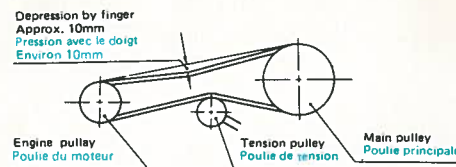

Fig. 5-1
- (1) The specified center distance between the shafts of the engine pulley and the main pulley is 465 mm, but the distance should be adjusted by moving the engine when the belt is overly stretched or a new one is installed to get approx. 10 mm depression of the belt as shown in Fig. 5-1.
- (2) To give the belt correct tension, besides the above adjustment, the belt tensioner must be adjusted by the clutch wire adjuster also as shown in Fig. 5-1.
- (3) When the belt runs idly while the clutch is disengaged, amend it in the following way.
- (1) La distance spécifiée entre les axes de la poulie du moteur et de la poulie principale est de 465 mm, cette distance peut se régler en déplaçant le moteur quand la courroie est trop tendue ou qu'une nouvelle est installée; le fléchissement de la courroie doit être d'environ 10 mm comme sur la Fig. 5-1.
- (2) Outre le réglage précédent, on pourra arriver à la tension idéale de la courroie en ajustant le tendeur de courroie par la pièce de réglage du câble d'embrayage, comme indiqué également à la Fig. 5-1.
- (3) Lorsque la courroie patine tandis que l'embrayage est libéré, corriger de la façon suivante.